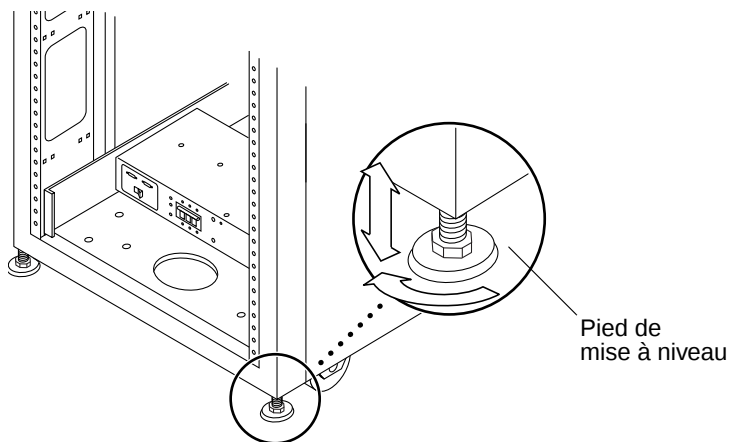

FIGURE 2-1 Pieds de mise à niveau
Les pieds de mise à niveau (vis) sont situés à chaque angle de la partie inférieure de l'armoire (FIGURE 2-1).
- 3. Réglez les quatre pieds de mise à niveau sur le cadre de l'armoire à l'aide de la clé de nivellement. (FIGURE 2-1).**